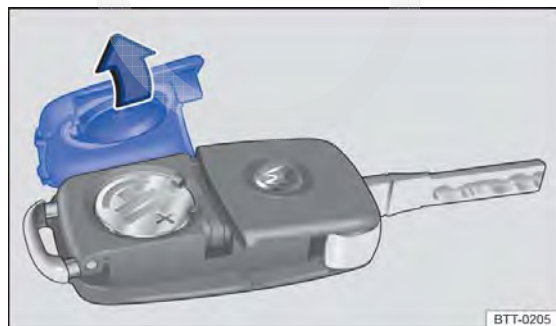

Fig. 23 Chave do veículo com comando remoto: abrir a tampa do alojamento da bateria.
A bateria encontra-se no lado posterior da chave do veículo com comando remoto, sob uma cobertura → Fig. 23.
- Retirar a cobertura no lado posterior da chave → Fig. 23 no sentido da seta → ①.
- Posicionar a cobertura conforme indicado → Fig. 23 e pressionar no sentido contrário ao da seta sobre a carcaça da chave do veículo até encaixar.